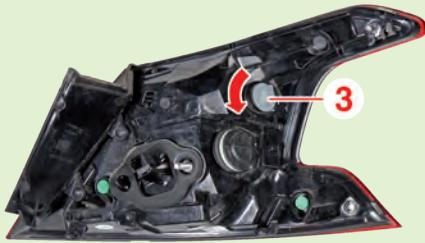

Fig.3
- Tourner le porte-ampoule (3) dans le sens antihoraire et l'extraire de son logement (Fig.3).